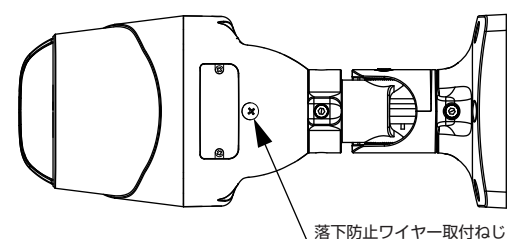

図3 落下防止ワイヤー
4. 落下防止ワイヤー(付属していません。ステンレスワイヤー使用)は一方を壁や天井に、もう一方をカメラ本体の落下防止ワイヤー取付ねじに接続すること。(図3)
- 落下防止ワイヤー(付属していません。ステンレスワイヤー使用)は一方を壁や天井に、もう一方をカメラ本体の落下防止ワイヤー取付ねじに接続すること。(図3)